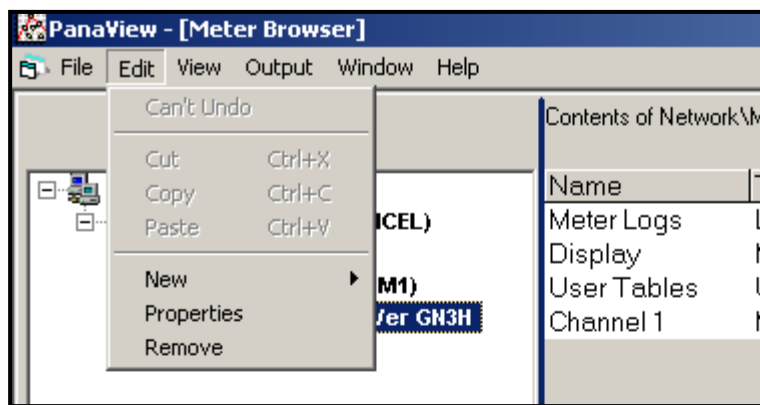

Figura 25: La opción *Propiedades* en el menú *Editar*
2. Abra el menú "Editar" y seleccione la opción "Properties (Propiedades)", como se muestra en Figura 25.